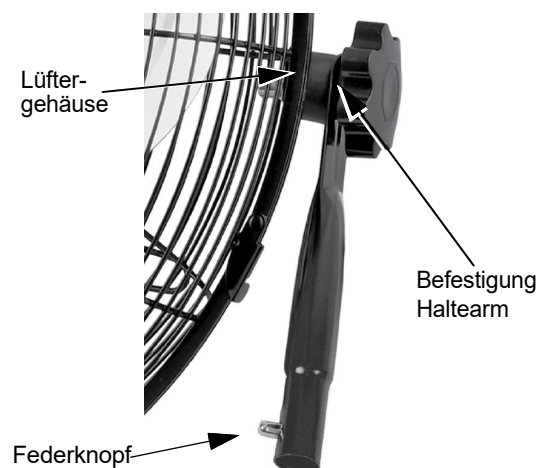

Abb. 7: Haltearm
Schritt 1: Stellen Sie sicher, dass die Haltearme an beiden Seiten korrekt mit dem Lüftergehäuse verbunden sind (Abb. 7). Durch Drehen an der sternförmigen Griffmutter entgegen des Uhrzeigersinns kann die Verschraubung gelöst werden.